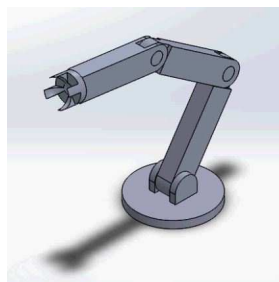

Figura 1: Manipulador planar de três juntas.
5. Escreva uma função para calcular a cinemática do robô planar 3R da Figura 1, isto é, uma rotina que tenha como entrada os valores dos ângulos de junta e como saída uma matriz de transformação (o sistema do punho com relação ao sistema da base). Use a seguinte definição de função: